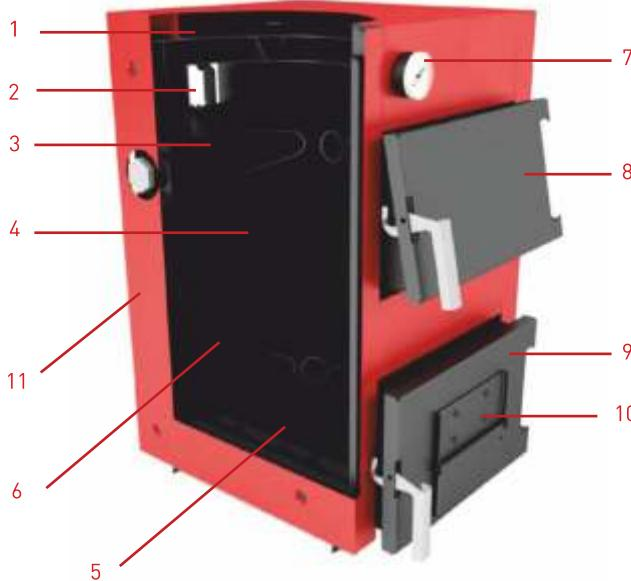

Рис. 2 - Зовнішній вигляд та основні елементи котла
Конструктивно котел являє собою збірно-зварену конструкцію, що складається з корпуса (поз. 11, рис. 2) з камерою згоряння (топкою) (поз. 4, рис. 2). Конвекційна частина котла складається з теплообмінника (поз. 3, рис. 2).
Паливо для процесу спалення завантажується на колосникові гратеги (поз. 6, рис. 2) крізь завантажувальні дверцята (поз. 8, рис. 2). Колосникові гратеги виконані з товстостінних труб (в деяких моделях - чавунні гратеги) по яких постійно циркулює вода з водяної оболонки котла, що унеможливлює їх прогорання. Згоряння палива в топці відбувається за участю повітря, яке постачається через піддувало (поз. 10, рис. 2). Кількість повітря, необхідного для процесу згоряння, регулюється відкриттям дверцят піддувала (поз. 10, рис. 2).
Топочні гази виходять назовні крізь димохід (поз. 1, рис. 2), розташований у задній частині котла.
Зола, яка утворюється в процесі згоряння палива, зсипається в нижню частину корпуса котла «зольник» (поз. 5, рис. 2).
Ревізійні дверцята (поз. 9, рис. 2), що розташовані на передній стінці котла, необхідні для періодичного чищення колосникових гратег та підйомника, а також для можливості спорожнення полиці – зольника.
1. Провести завантажування палива в топку котла. Для цього відкрити завантажувальні дверцята (поз. 8, рис. 2) та укласти на колосникові гратеги (поз. 6, рис. 2) шар палива до меж нижньої кромки завантажувальних дверцят. На укладений шар палива розмістити розпалювальний матеріал: папір, тріски, дрова (у переліченій послідовності).